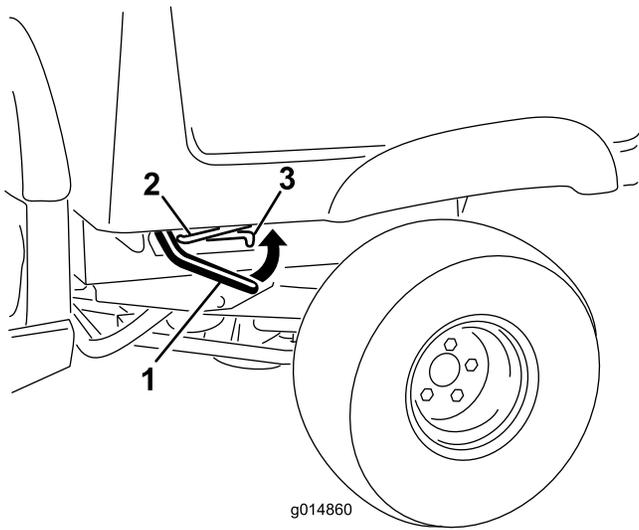

Bild 12
1. Heben Sie den Hebel an beiden Seiten der Ladepritsche an und heben Sie die Ladepritsche an (Bild 12).
1. Heben Sie den Riegel an, um die Staubox etwas anzuheben (Bild 12).